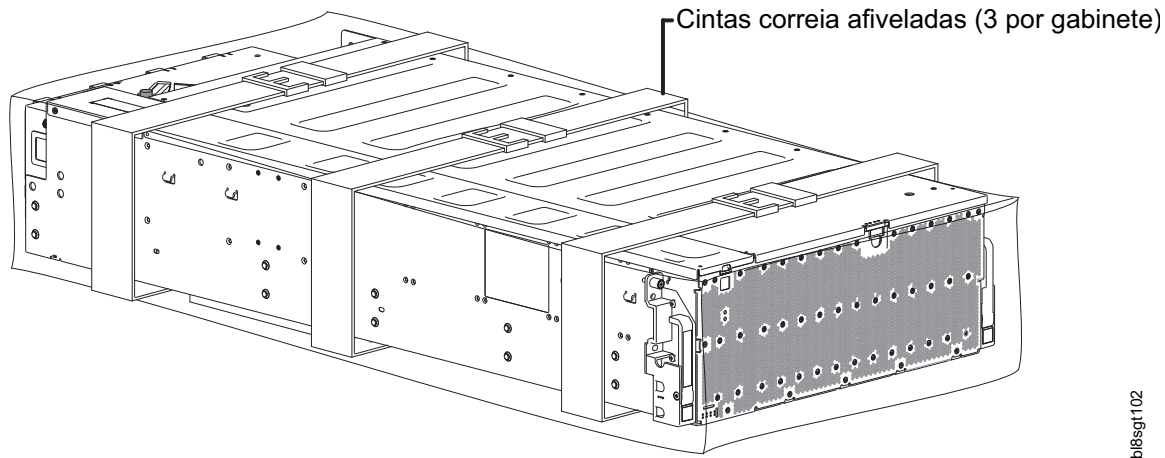

Figura 23. Desembale o gabinete Modelo 106 usando as cintas
- >> Consulte Figura 23 na página 32 e o CUIDADO acima e abaixo da ilustração. A ilustração mostra as cintas correia afiveladas longitudinalmente no gabinete Modelo 106. Apenas as cintas e as sacolas de plástico são mostradas. Elas estão isoladas do resto da embalagem. Como um auxílio visual para esta tarefa de desembalagem, consulte Apêndice C, “Empacotamento do”, na página 99 para obter informações adicionais sobre os materiais de embalagem.